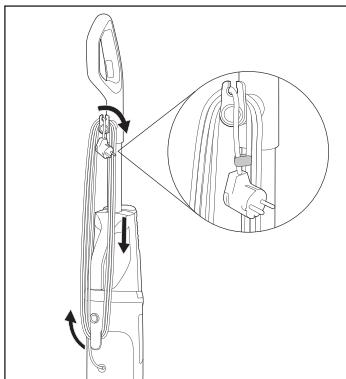

Abb. 3
- ♦ Wickeln Sie das Netzkabel ⑯ vollständig um die Kabelhalter oben und unten ⑯/⑳ (siehe Abb. 3).